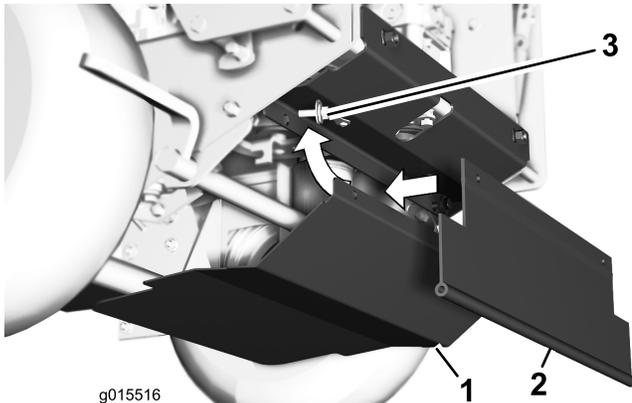

Figura 8
16. Posicione provisionalmente el protector inferior y ajuste la posición del protector de la polea motriz si es necesario (Figura 8).
17. Instale el protector inferior y el protector de arrastre en el protector de la polea motriz y sujételos con los pernos sujetos a los cordones del protector de la polea motriz (Figura 8).